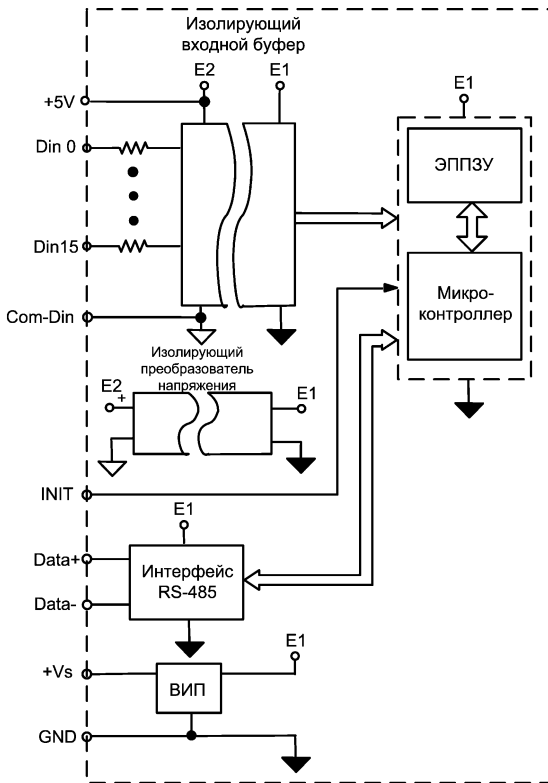
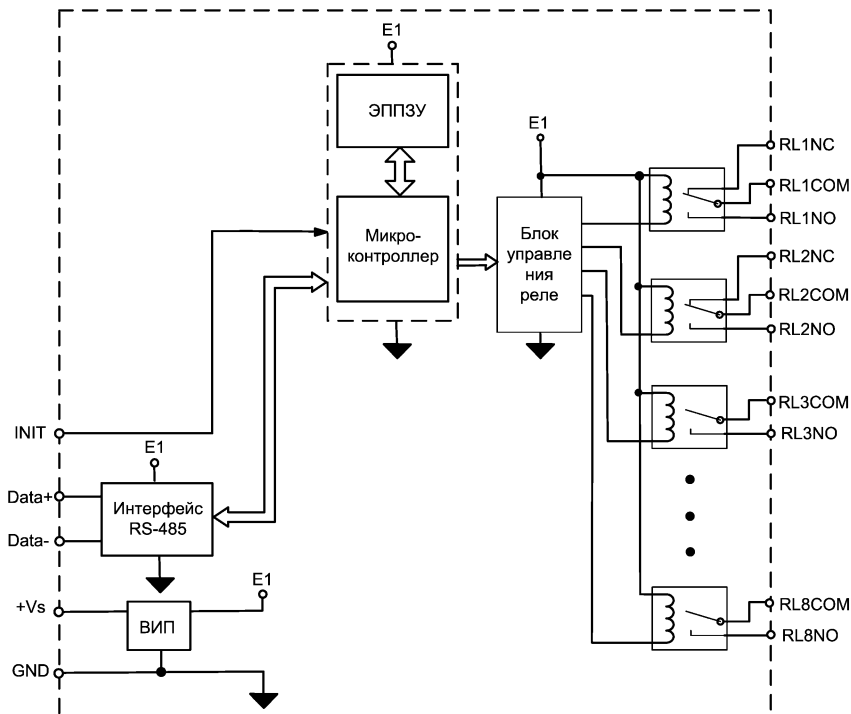

Рис. 4.1. Структурная схема модуля NLS-16DI-12V
Рис. 4.3. Структурная схема модуля NLS-8R-12V.
- групповая изоляция входов и отдельная групповая изоляция выходов с тестовым напряжением изоляции 3700 В. Входы имеют гальваническую изоляцию от части модуля, соединенной с источником питания и портом RS-485 (см. рис. 4.1 - рис. 4.3). Изоляция обеспечивает защиту модуля и соединенного с ним оборудования от высокого синфазного напряжения, которое допустимо на входных клеммах. Изоляция защищает также модуль от разности потенциалов между "землей" источника сигнала и приемника, которая может возникнуть при наличии недалеко расположенного мощного оборудования;
Дискретные сигналы со входа модуля через гальванический изолятор поступают в микроконтроллер. Изолированная часть модуля, содержащая блоки логического вывода, питается через развязывающий преобразователь постоянного напряжения, чем обеспечивается полная гальваническая изоляция входов и выходов от блока питания и интерфейсной части (рис. 4.1 - рис. 4.3).